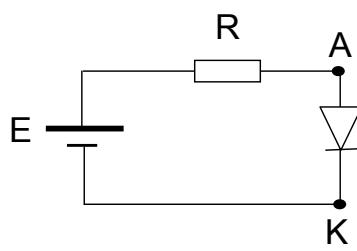

Figure1
1. En considérant le montage de la figure 1, démontrez que le dipôle situé entre les points B et P est équivalent à un dipôle Z constitué par la mise en série d'éléments R', L', C' dont vous déterminerez expression et valeur numérique.
On considère le montage de la figure 1, où  $R=1k\Omega$  :